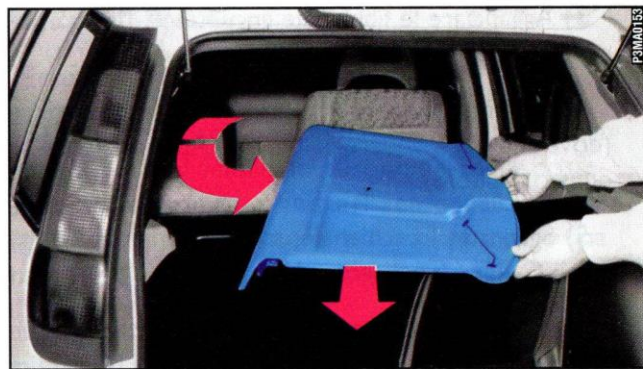

fig. 69
3) Per estrarlo, portarlo verso l'interno della vettura e ruotarlo come in **fig. 69**.